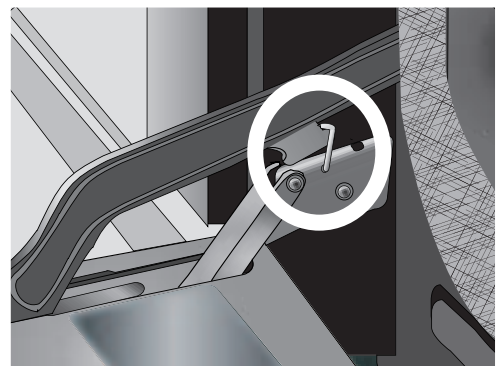

Figura 15: Soporte de bisagras bloqueado en su lugar
3. Levante los soportes de bisagras (uno en cada lado) a las ranuras (vea Figura 15).